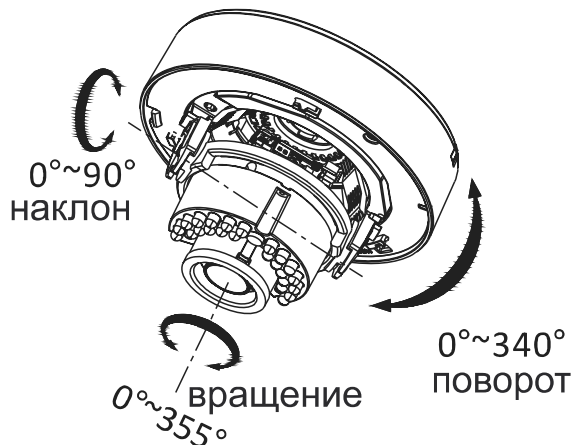

Рис. 2.4. Настройка поля зрения видеокамеры
9. Направьте объектив на желаемую зону наблюдения. В данной модели диск основания поворачивается на $0^{\circ}\dots340^{\circ}$, угол наклона объектива составляет $0^{\circ}\dots90^{\circ}$, угол вращения объектива составляет $0^{\circ}\dots355^{\circ}$. При необходимости настройки положения и фокусировки объектива необходимо ослабить соответствующие фиксирующие винты. После завершения настройки фиксирующие винты необходимо затянуть (Рис. 2.4).